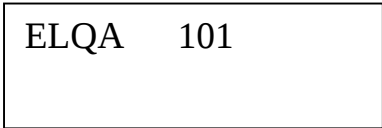

图 7
- (1) 显示图 5 或图 6 时，按前面板的“1/LQA”键，显示图 7。